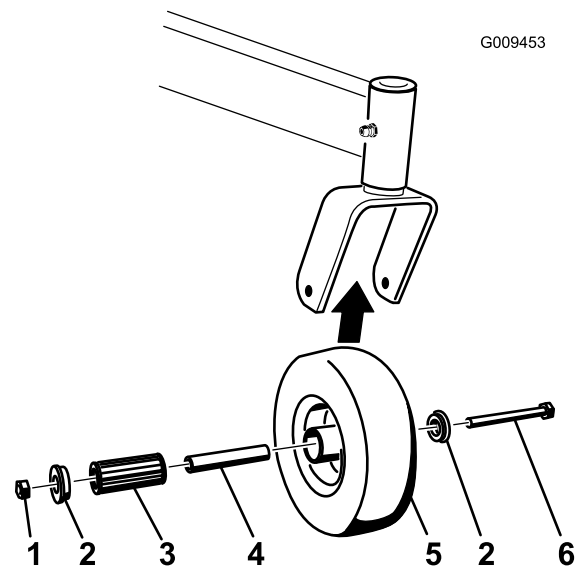

Figura 60
1. Retire a porca de freio e o parafuso da roda que fixam a roda ao respectivo suporte (Figura 60).
2. Retire um casquilho, em seguida, puxe o casquilho da vara de ligação e o rolamento de rolo para fora do cubo da roda (Figura 60).
3. Retire o outro casquilho do cubo da roda e limpe qualquer massa lubrificante e sujidade do cubo da roda (Figura 60).
4. Inspeccione o rolamento de rolo, casquilhos, casquilho da vara de ligação e no interior do cubo da roda para detectar desgaste. Substitua quaisquer peças danificadas ou gastas (Figura 60).
5. Para montar, coloque um casquilho no cubo da roda. Lubrifique o casquilho do rolamento e o casquilho da vara de ligação e faça-os deslizar para o interior do cubo da roda. Coloque o segundo casquilho no interior do cubo da roda (Figura 60).
6. Monte a roda giratória na forquilha da roda giratória e fixe-a com o parafuso da roda e a porca de freio. Aperte a porca de freio até que o casquilho da vara de ligação encoste ao interior da forquilha da roda (Figura 60).